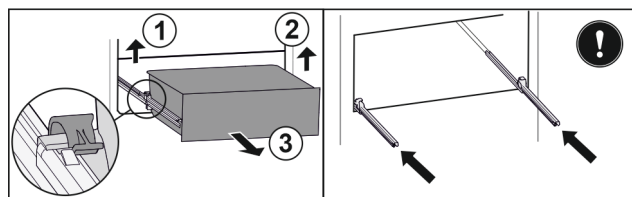

Fig. 152
- ▶ Приподнимите левый зажим и одновременно вытяните движением вперед выдвижной ящик слева. Fig. 152 (1)
- ▶ Приподнимите правый зажим и одновременно вытяните движением вперед выдвижной ящик справа. Fig. 152 (2)
- ▶ Извлеките выдвижной ящик движением вперед. Fig. 152 (3)